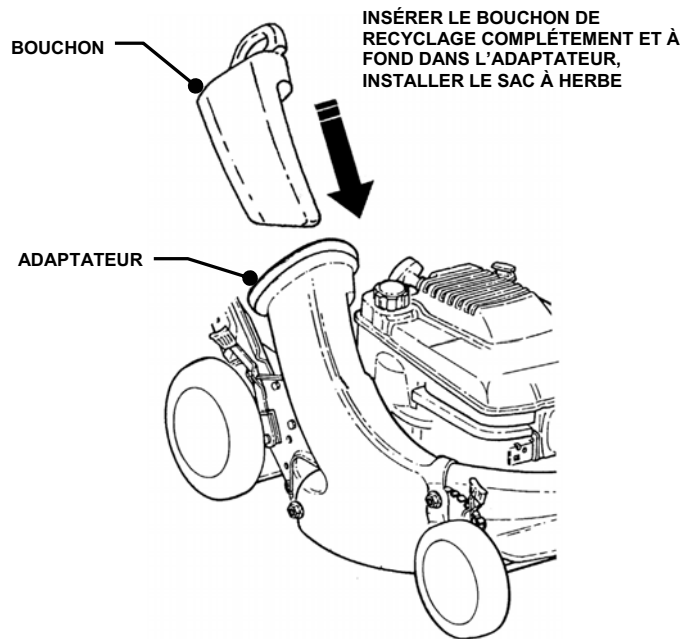

FIGURE 2.11
ÉTAPE 1: Une fois que l'adaptateur a été installé, on peut désirer le recyclage. Bien insérer complètement le bouchon de recyclage dans l'adaptateur (voir figure 2.11). Installer le sac à herbe comme sécurité.